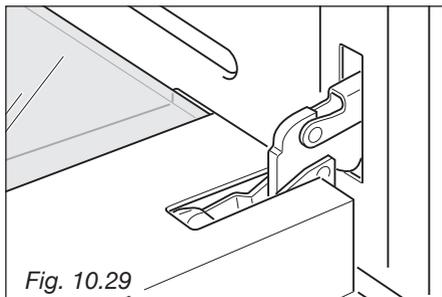

Fig. 10.29
- Aprire completamente la porta del forno (fig. 10.29).